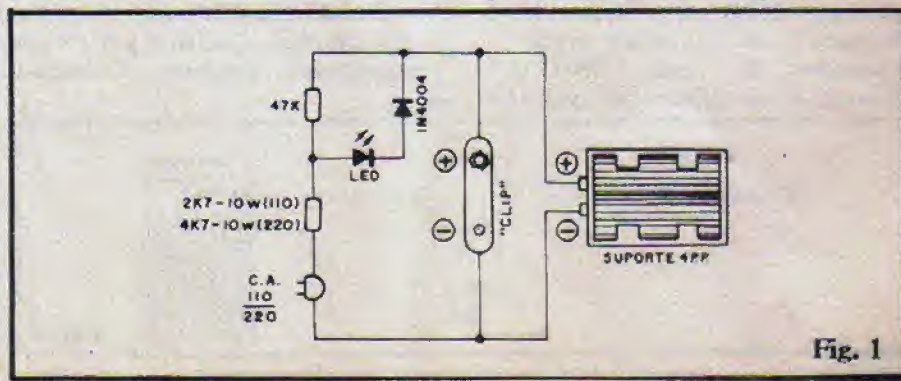
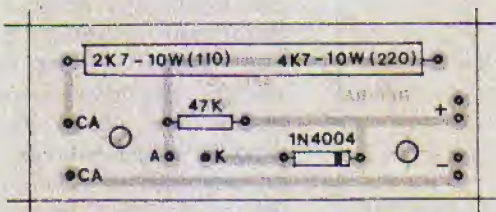

Fig. 1
Fig. 3
- FIG. 1 - Diagrama esquemático do circuito do REPIBA. Os componentes são poucos e comuns, tornando a montagem própria até para os iniciantes, sem muita prática. Comparando os dados da LISTA DE PEÇAS, "chapeado" (fig. 3) e esquema (fig. 1), qualquer dúvida pode ser facilmente esclarecida. Qualquer coisa, o TABELÃO APE está lá, no seu lugar de sempre (no começo da Revista...) para um auxílio visual, se necessário...
- FIG. 3 - Diagrama de montagem ("chapeado") com a placa agora vista pelo lado dos componentes (não cobreado). ATENÇÃO à posição do diodo 1N4004, ao valor do resistor "grandão" (que depende da tensão da rede C.A. local: 2K7 x 10W para 110V ou 4K7 x 10W para 220V) e às codificações atribuídas às ilhas periféricas, destinadas às conexões ex-